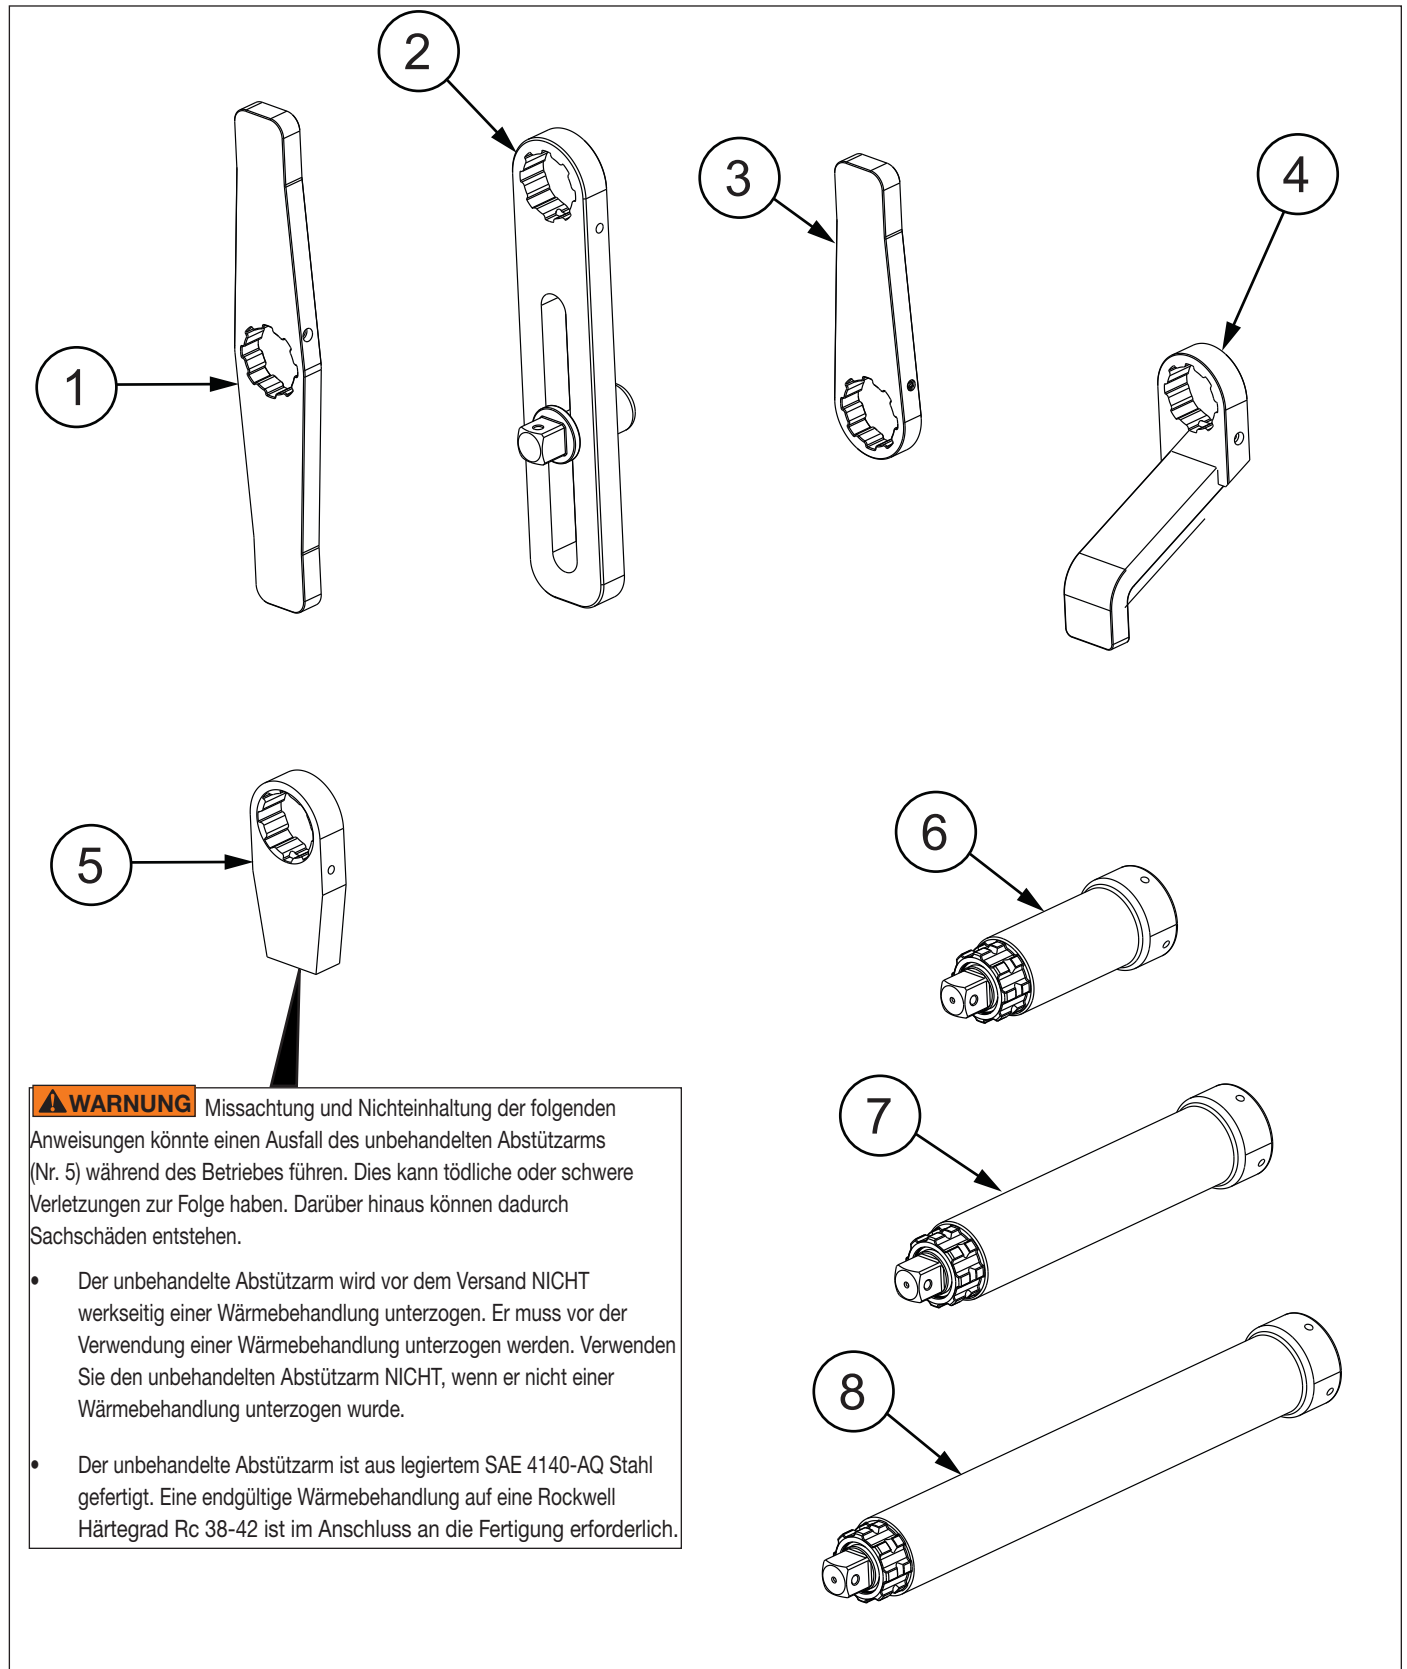

Abbildung 12: Zubehör
9.8.1 Tabelle der Teile (Abbildung 12)